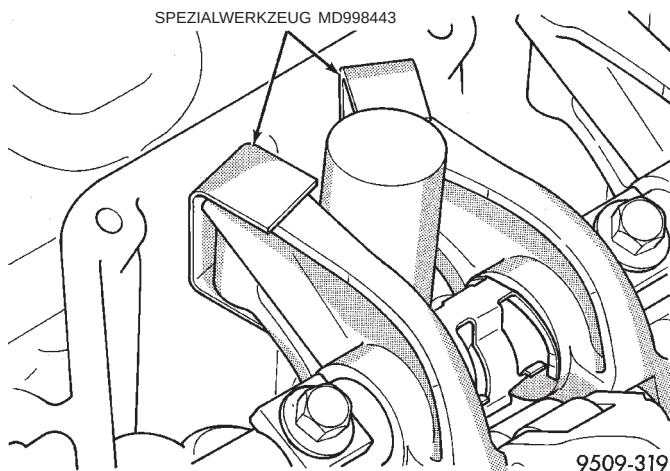

Abb. 35 Hydrostößelhalter
- (1) Ventildeckel abbauen (siehe betreffenden Arbeitsgang in diesem Kapitel).
- (2) Vor dem Ausbau Kipphebelwellen markieren.
- (3) Hydrostößelhalter (Spezialwerkzeug MD-998443) auf den Kipphebern montieren (Abb. 35). Dadurch werden die Hydrostößel während der Instandsetzungsarbeiten an den Kipphebeln in ihrer Lage gehalten.